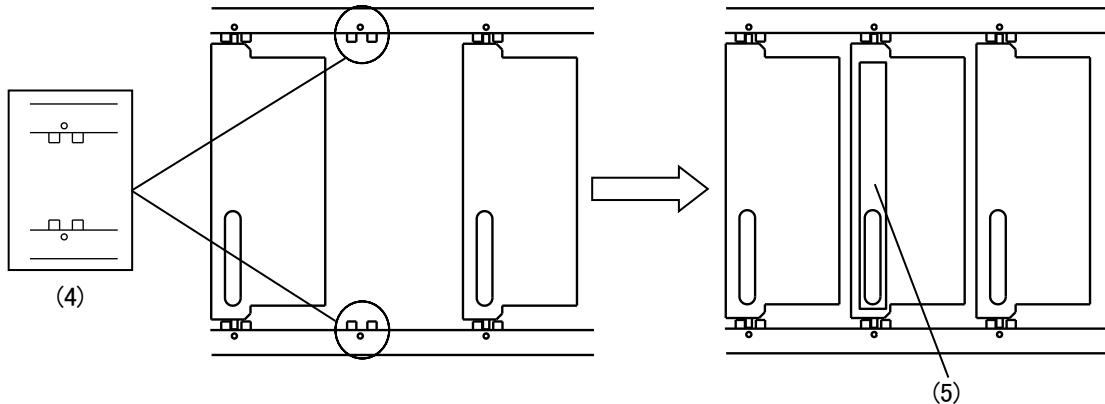

図 4-3 メインモジュールの挿入
(4) 筐体前面のスロット内部に異物がないことを確認しメインモジュールを挿入します。
・図 4-3 (4)のスロットに、メインモジュールの基板を滑り込ませます。
(5) 奥までメインモジュールを押し込みます。
・その際、図 4-3 (5)の辺り(正面パネルの下側)を押すようにしてください。